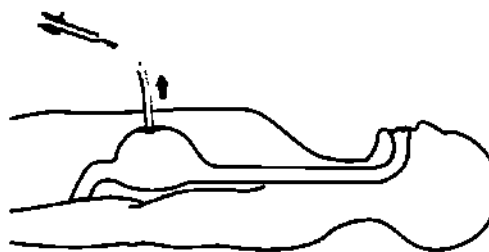

Рис. 14.
- Извлеките зонд вместе с пункционной канюлей с предохранительным (воздушным) клапаном через брюшную стенку до тех пор, пока диск для фиксации в желудке не окажется напротив стенки желудка (Рис. 14).